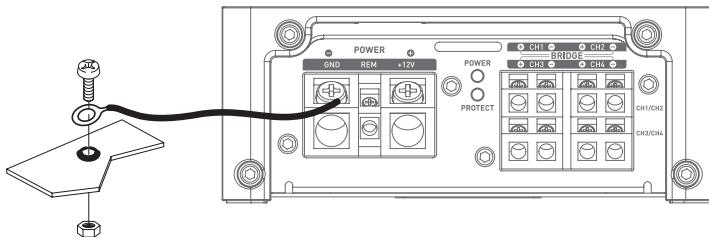

fig. 2
- 10 - Préparez la masse du châssis en grattant toute trace de peinture sur la surface métallique, afin d'assurer une bonne mise à la masse. Les connexions de masse doivent être aussi courtes que possible et **TOUJOURS** connectées à du métal soudé à la carrosserie ou au châssis du véhicule (*fig. 2*). Le point de masse généralement retenu est celui assurant la liaison entre la borne négative de la batterie et le châssis du véhicule.
**3.3.2** – Munissez-vous du câble d'alimentation négatif [-]. Ce câble doit-être le plus court possible et ne doit idéalement pas dépasser 1 mètre, afin d'assurer une parfaite liaison entre l'amplificateur et le châssis du véhicule. Le câble et sa section doivent être conformes au tableau (paragraphe 3.1.) Trouvez un point de masse adéquat, puis poncez-le pour enlever toute trace de peinture ou autre verni et ainsi optimiser la qualité du contact. Percez la tôle préalablement poncée au diamètre correspondant à la vis choisie en vous assurant qu'aucun passage de câbles réservoir ou autre organe sensible du véhicule ne soit à proximité. Soudez et isolez (grâce à de la gaine thermo-rétractable) le câble de masse sur le départ de câble fourni vers votre amplificateur FPX **(fig. 2)**.